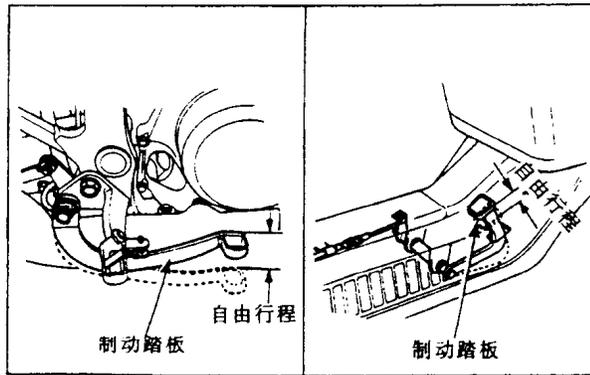

图 1-2 检查踏板头部自由行程
2. 有的轻便摩托车踏板下方有底板,应注意检查踏板头部的自由行程,如图 1-2 所示。